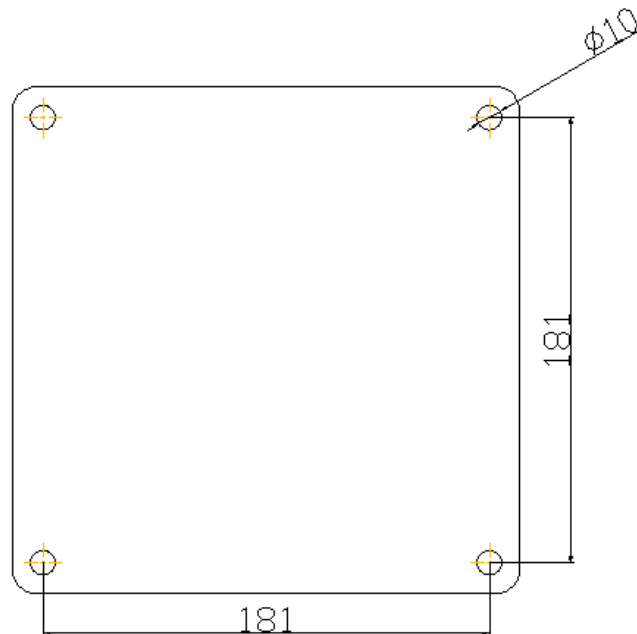

Рисунок 10 – Отверстия для крепления поворотного устройства
2) Поднять поворотное устройство, с установленной на нем видеокамерой дальнего обзора, на мачту и закрепить винтами из комплекта поставки. Отверстия для крепления расположены на фланце в нижней части поворотного устройства (рисунок 10);